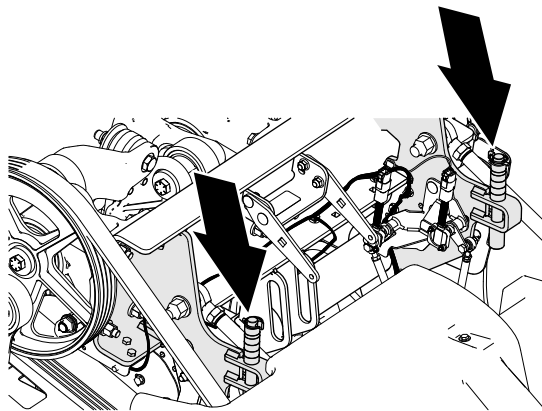
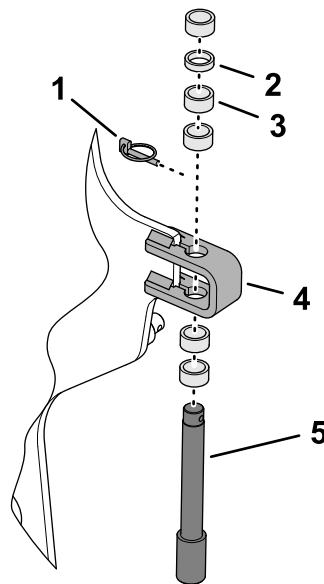

Figura 120
Figura 121
3. Rimuovete la coppiglia ad anello che fissa il perno e i distanziali di arresto della profondità alla staffa di arresto (Figura 120 e Figura 121).